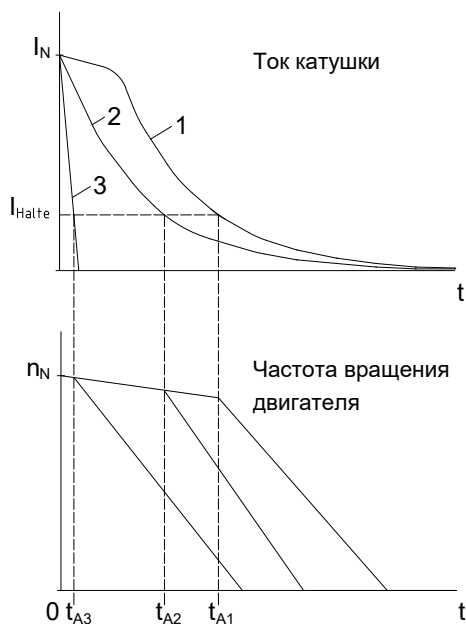

Рис. 3. Принципиальная характеристика тока тормозной катушки и частоты вращения двигателя при отключении по сети переменного (1, 2) и постоянного (3) тока
- а) Питание выпрямителя от клеммной панели двигателя (рис. 3, кривая 1)
- б) Отдельное питание выпрямителя (рис. 3, кривая 2)
4.1.2.2 Обрыв электрической цепи постоянного тока магнитной катушки (рис. 3, кривая 3)